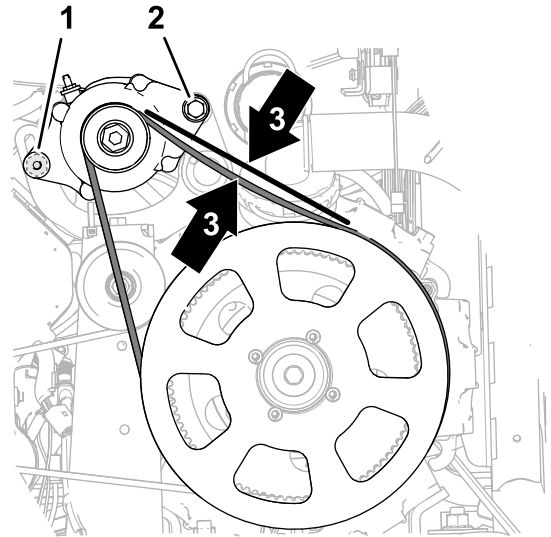

Figure 183
4. Tournez l'alternateur (Figure 183) pour augmenter la tension de la courroie jusqu'à obtention d'une flèche de 9,5 mm quand vous exercez une force de 4,5 kg entre la poulie d'alternateur et la poulie d'entraînement (279 mm).